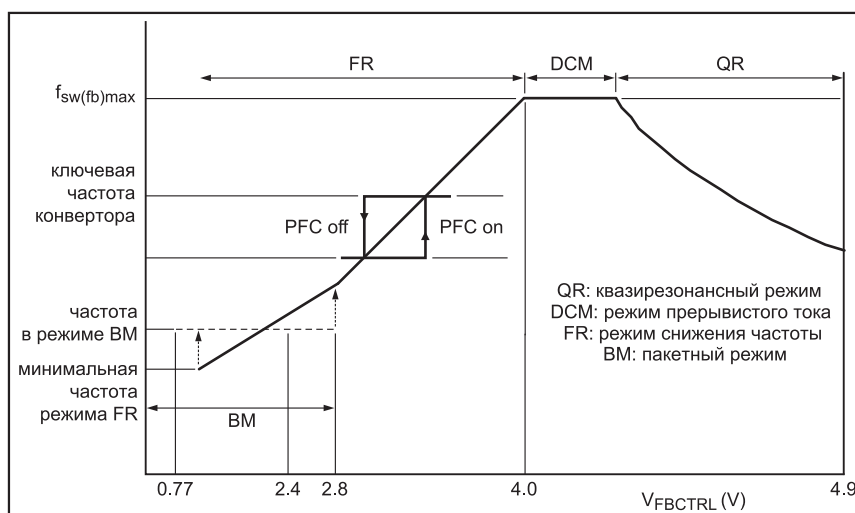

Рис. 4. Диаграмма режимов работы конвертора
При первоначальном запуске обратноходовый конвертор начинает работу с максимальной выходной мощностью, система запускается в квазирезонансном режиме QR. Затем, в процессе изменения мощности от максимальной до минимальной, схема проходит через четыре режима работы: QR, DCM, FR и пакетный режим (BM) (см. диаграмму на рис. 4).